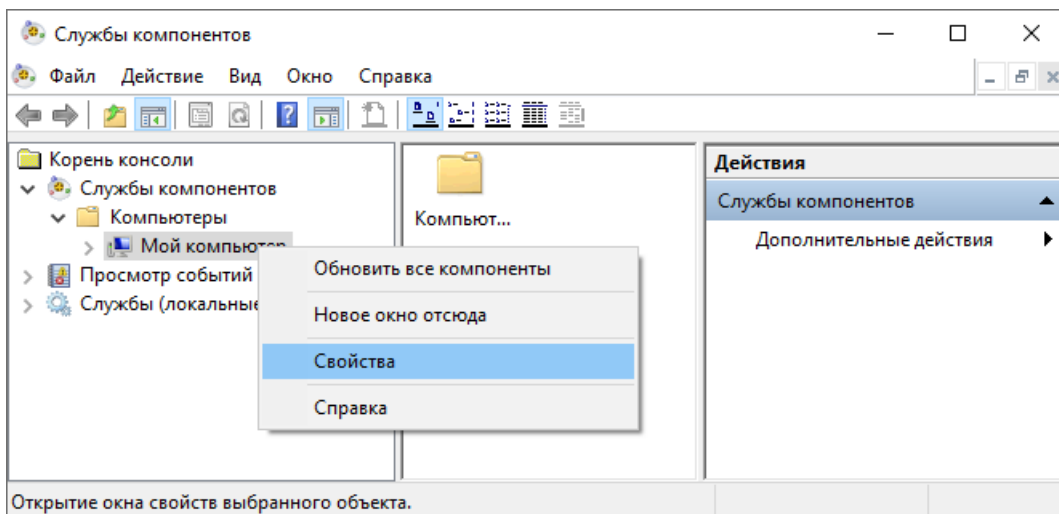

Рис. 4.38
2. В дереве, расположенном в левой части окна, выберите элемент **Службы компонентов – Компьютеры – Мой компьютер** (рис. 4.38).